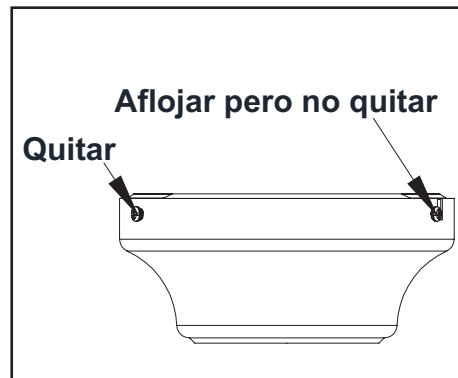

Figura 5
1. Retira el soporte de montaje de la cubierta aflojando los cuatro tornillos en la parte superior de la cubierta. Quita los dos tornillos sin ranura y afloja los tornillos ranurados. Esto te permitirá retirar el soporte de montaje (Figura 5)